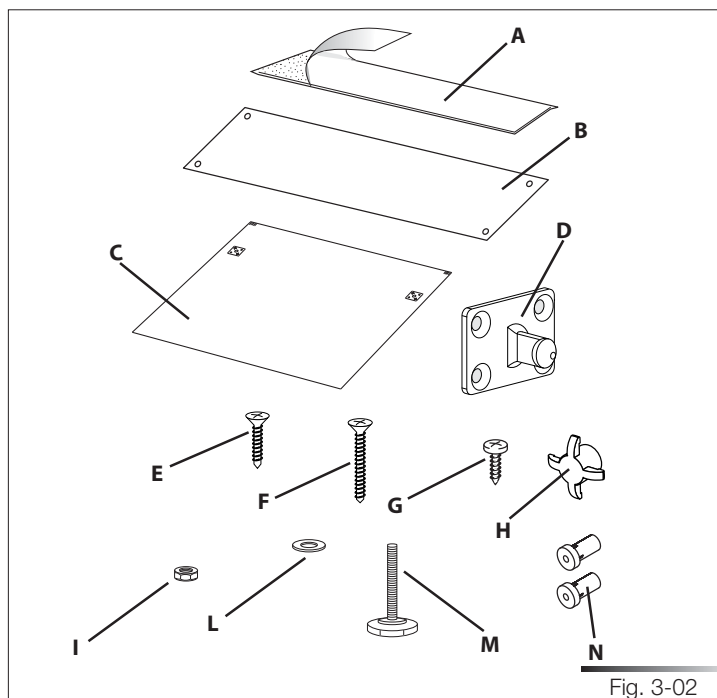

Fig. 3-02
- 1 protection adhésive contre la vapeur (réf. A fig. 3-02) ;
- 1 protection contre la vapeur en acier (réf. B fig. 3-02) ;\*
- 1 gabarit de perçage pour le panneau de la porte (réf. C fig. 3-02) ;
- 2 supports pour le panneau de la porte (réf. D fig. 3-02) ;
- 8 vis pour la fixation des supports du panneau de la porte (réf. E fig. 3-02) ;
- 2 vis pour la fixation de la porte (réf. F fig. 3-02) ;
- 2 vis pour la fixation du lave-vaisselle aux parois adjacentes (réf. G fig. 3-02) ;
- 2 cache-vis (réf. H fig. 3-02).
- 2 écrous (uniquement sur certains modèles) (réf. I fig. 3-02) ;
- 2 rondelles (uniquement sur certains modèles) (réf. L fig. 3-02).
- 2 pieds de réglage (uniquement sur certains modèles) (réf. M fig. 3-02) ;
- 2 distanciateurs de porte (uniquement sur certains modèles) (réf. N fig. 3-02).